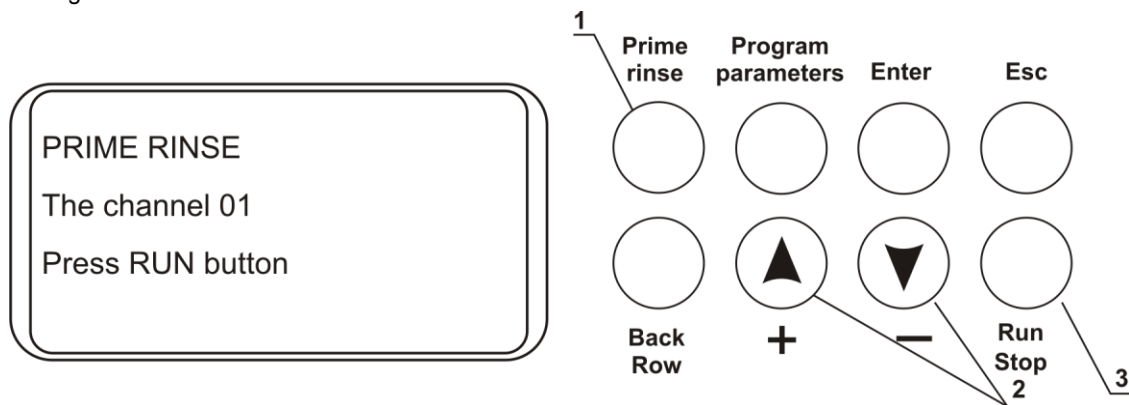

Fig. 10. Funzione Risciacquo primario
- 5.2. Premere **Prime rinse** (fig. 10/1), e comparirà il messaggio "PRIME RINSE, the channel 01" .
Selezionare il canale corretto utilizzando "+" e "-" (fig. 10/2).
Premere il tasto **Run/Stop** (fig. 10/3) e il sistema eseguirà il ciclo di risciacquo.